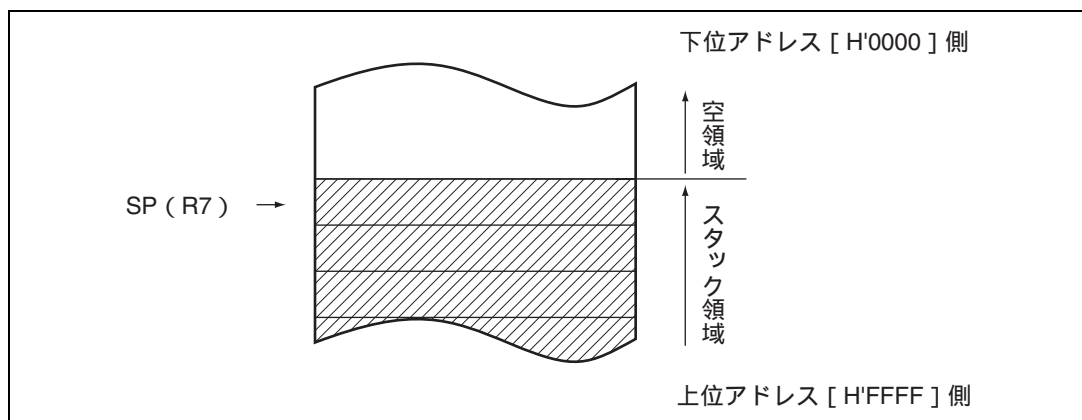

図 2.2 スタックの状態
アドレスレジスタとして使用する場合は、16ビットレジスタ (R7~R0) として使用します。レジスタ R7 には、汎用レジスタとしての機能に加えて、スタックポインタ (SP) としての機能が割り当てられており、例外処理やサブルーチンコールなどで暗黙的に使用されます。このとき、SP (R7) は常にスタック領域の先頭を指しています。スタックの状態を図 2.2 に示します。